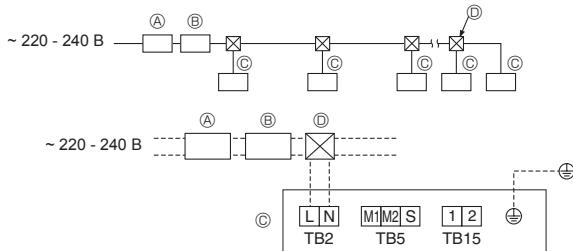

Fig. 5-11
5.3. Проводка питания (Fig. 5-11)
- (A) Прерыватель утечки тока на землю
- (B) Локальный выключатель/щитовой выключатель
- (C) Внутренний блок
- (D) Протяжная коробка